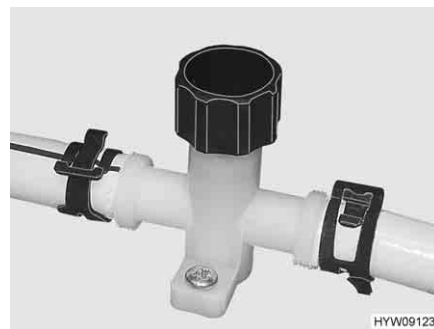
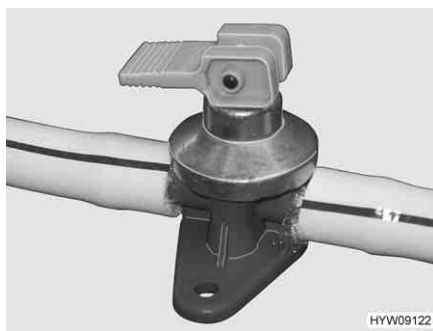

Fig. 163 Rubinetto di scarico (tubatura dell'acqua)
Fig. 164 Rubinetto di scarico (boiler Alde)
- Chiudere i rubinetti di scarico (Fig. 164 e Fig. 163). Chiudere i coperchi in senso orario oppure posizionare la leva a bilanciere in posizione orizzontale. L'ubicazione delle valvole di sicurezza/di scarico e dei rubinetti di scarico è riportata al paragrafo 10.6, alla fine di questo capitolo.